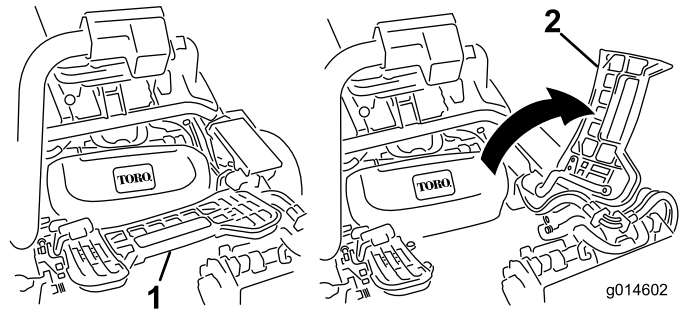

Figure 51
2. Relevez le repose-pieds pour accéder à la position de l'unité de coupe centrale (Figure 51).